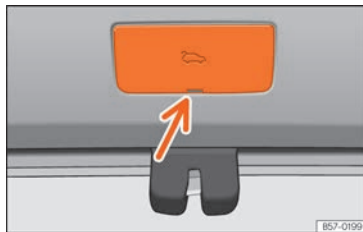

Abb. 63 Ausschnitt Gepäckraum: Zugang zur Notentriegelung
- Entfernen Sie die Abdeckung mit Hilfe des Schlüsselbarts »» (Abb. 63).